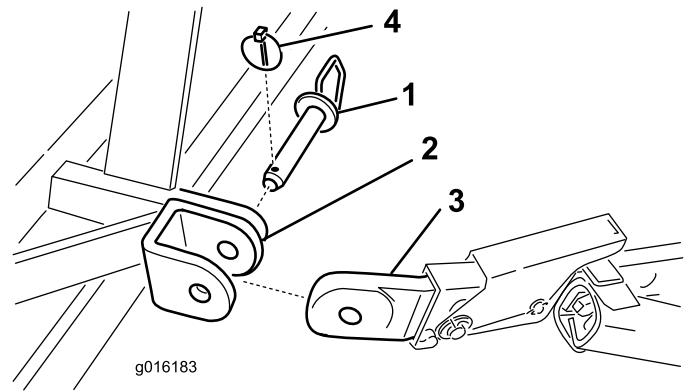

Figure 4
- Fixez les bras de liaison inférieurs aux supports de montage de l'aérateur avec les goupilles d'attelage et goupilles à anneau (Figure 4).